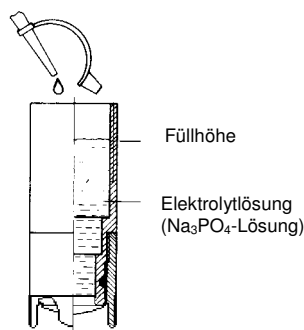

Abb. 2
- Elektrolyt einfüllen, ca. 30 Tropfen (s. Abb. 2)
Sollte sich kein Elektrolyt mehr in dem Membrankopf befinden, so wird erst mit dest. Wasser, dann mit Elektrolyt gespült und anschließend mit Elektrolyt aufgefüllt (s. Abb. 2). Wurde die Membran beschädigt, so muss der Membrankopf durch einen neuen ersetzt werden.